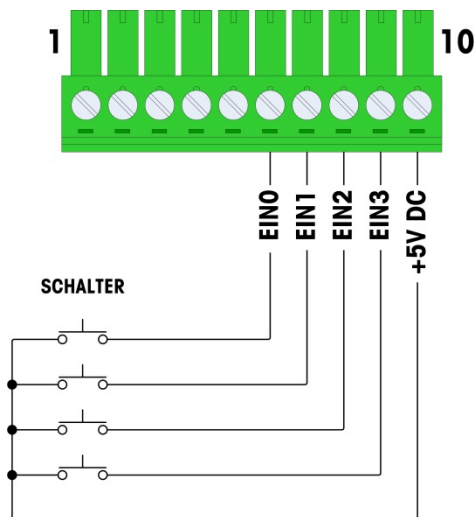

Abbildung 2-85: Beispiel einer aktiven Eingabe von Schaltern
Wenn die Eingänge als aktiv gewählt werden, können Schalter oder andere Geräte zum Auslösen eines Eingangs angeschlossen werden. Das externe, einfache Gerät liefert keine Spannung. Ein Beispiel einer Verdrahtung zu den aktiven Eingängen ist in Abbildung 2-85 dargestellt. Beachten Sie, dass Stift 10, der +5VDC-Anschluss, nicht mehr als 200 mA Strom übertragen kann.
- Der in Abbildung 2-85 dargestellte +5-V-DC-Ausgang wird auf eine interne Erdung in der diskreten I/O-Karte referenziert. Eine Messung von Stift 10 zur IND780-Gehäuseerdung ergibt **nicht** +5 V DC. Der +5-V-DC-Ausgang wird intern verwendet und hat außer den in Abbildung 2-85 dargestellten digitalen Eingängen keine Funktion.